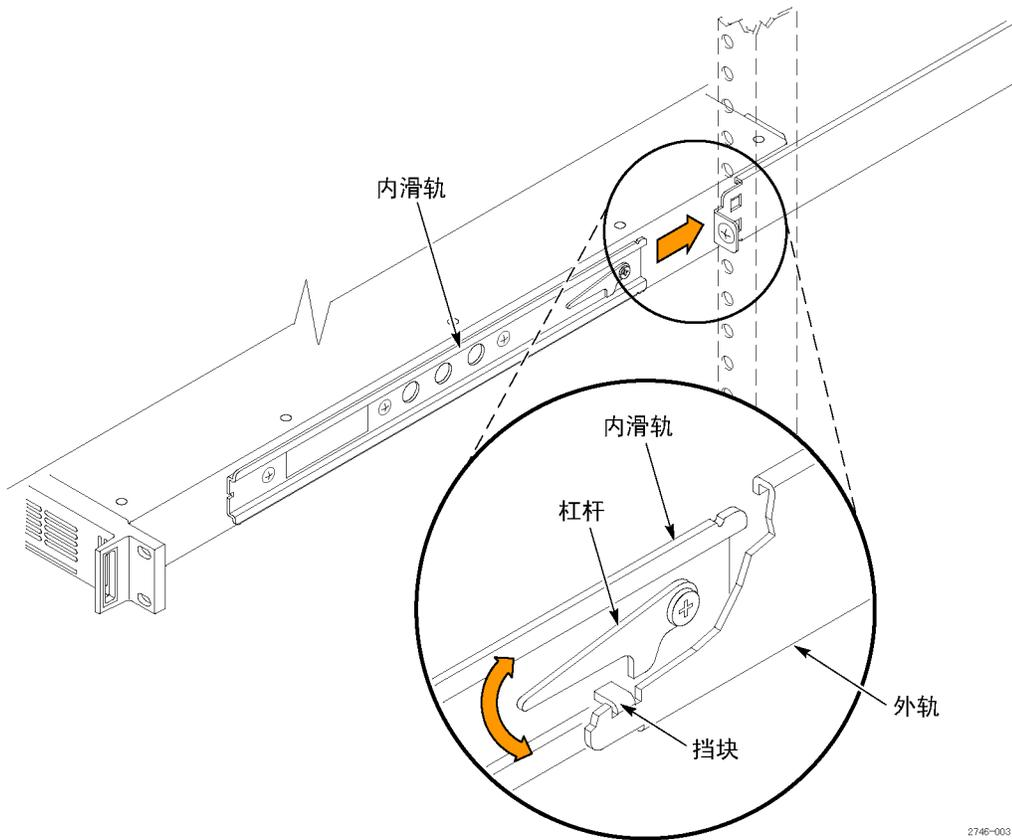

图 6: 将仪器装入机架或从机架上卸下仪器
1. 向上提起每个杠杆的长柄部分，将仪器的左右滑轨插入机架导轨尾端。（见图6）
3. 同时将两个杠杆柄向上提起，使其脱离挡块。（见图6）